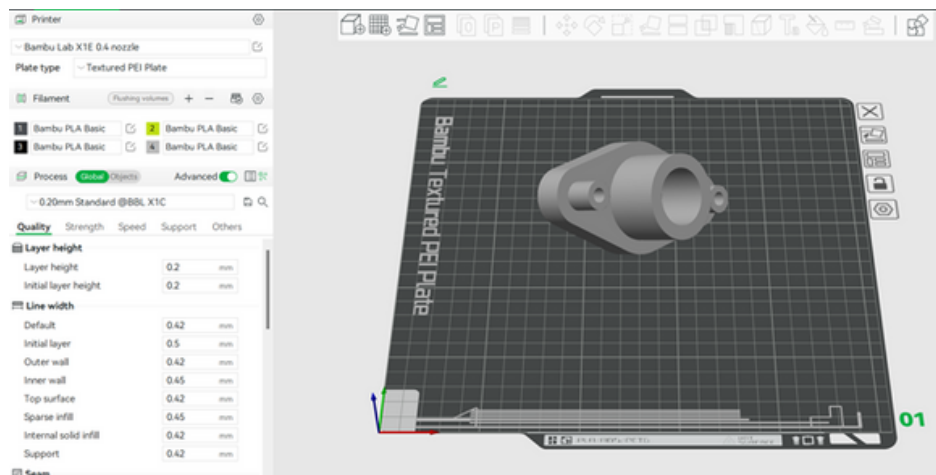
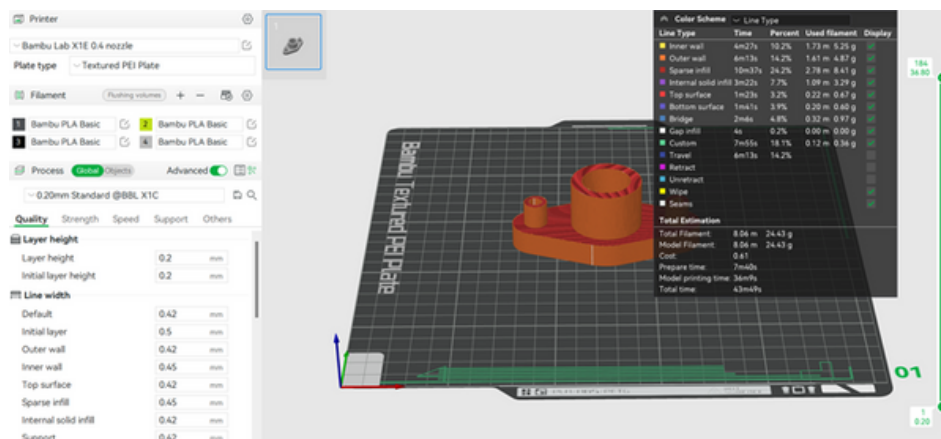

Figura 1.5 Caricamento della parte 2 (a) e risultato della simulazione (b) nel software Bambu Studio
Figura 1.6. Risultato della simulazione
La figura 1.5 mostra un componente fornito, convertito in STL e caricato in Bambu Studio. L'obiettivo della lezione è simulare diverse stampe per valutarne la stabilità e ottimizzare i tempi. Si adotteranno varie strategie per ottenere il risultato mostrato nella figura 1.6.
2. Orientamento ottimale: Ruotare la parte 2 per migliorarne la stabilità sul piano di stampa, utilizzando lo strumento di rotazione. Ciò comporta una riduzione significativa dei tempi e del materiale, come visibile in figura 1.6.